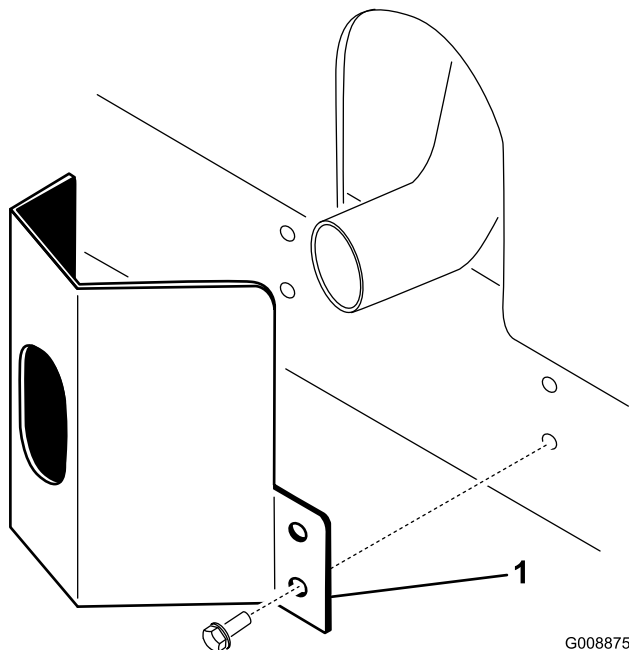

Figura 36
1. Poziționezi protecția pentru evacuare în jurul tobei de eapament în timp ce aliniezi orificiile de montare cu orificiile din cadru (Figura 36).
2. Fixezi protecția pentru evacuare pe cadru cu 4 uruburi cu autofiletare (Figura 36).